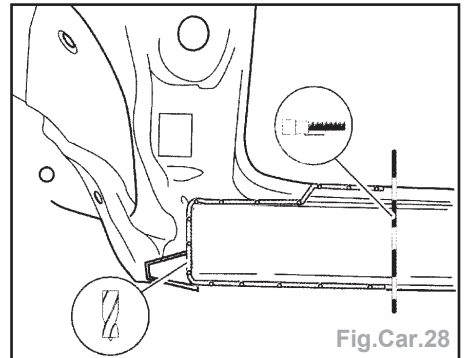

Fig.Car.28
- Couper le longeron inférieur extérieur sur la zone indiquée sur la figure avec une scie alternative (Fig.Car.28).